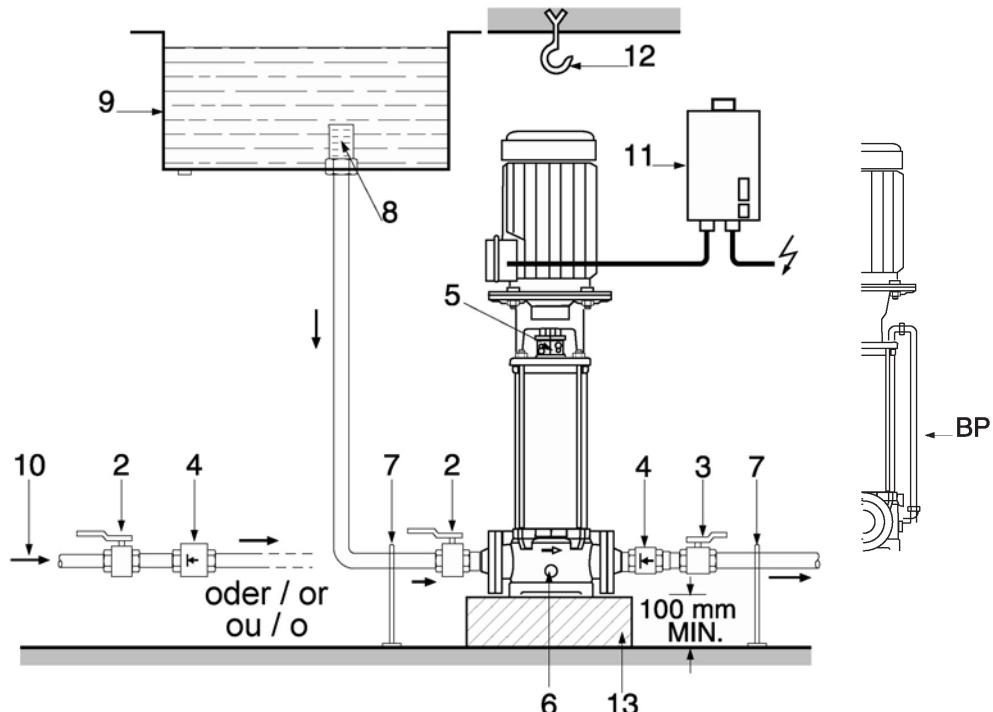

Fig. 2
- устанавливайте насос таким образом, чтобы было достаточно места для обслуживания, ремонта и демонтажа насоса. Насос необходимо устанавливать перпендикулярно на бетонном фундаменте (рис. 2, 3). Между фундаментом и полом необходимо проложить гаситель вибраций (резину) (рис. 2 поз. 13).
При использовании тяжелых насосов следует вертикально над насосом расположить крюк (рис. 2, поз. 12) или грузоподъемный механизм (общий вес насоса: см. каталог/спецификацию). Крюк позволит при проведении обслуживания или ремонта насоса закрепить подъемное устройство или вспомогательные средства. Следует обеспечить свободное пространство не менее 200 мм.
Подсоедините всасывающий и напорный трубопроводы без механических напряжений. Установите виброгасящие компенсаторы. Трубы должны иметь опоры, чтобы их вес не передавался на насос (рис. 2, поз. 7).
Запорные краны (рис. 2, поз. 2 и 3) должны быть установлены до и после насоса, чтобы избежать необходимости опорожнения и повторного заполнения системы в случае демонтажа/замены насоса. Для уменьшения потерь давления рекомендуется делать всасывающий трубопровод как можно короче, а его диаметр должен быть не менее номинального диаметра всасывающего патрубка насоса. Также избегайте лишних колен у трубопровода и установки арматуры неподходящего проходного сечения.
На напорном трубопроводе должен быть установлен обратный клапан (рис. 2, поз. 4)
Если забор воды производится из резервуара, необходимо установить фильтр на всасывающей магистрали (рис. 2, поз. 8), чтобы предотвратить попадание грязи в насос.
При работе с горячими или загазованными средами должна быть установлена перепускная трубка (рис. 2, поз. ВР – принадлежность).
-Закрыть оба запорных крана (перед насосом и после него) и отверните винт (рис. 2, поз. 5) для удаления воздуха из насоса на полтора-два оборота.
-Медленно открыть запорный кран (рис. 2, поз. 2) на входе в насос, подождать пока воздух не выйдет из насоса полностью и из отверстия для удаления воздуха не начнет течь вода. Заверните винт.
Если место установки не защищено от замерзания, то в холодное время года необходимо слить воду из насоса и трубопровода. Для слива воды из насоса необходимо: закрыть запорные вентили на всасывающем и напорном трубопроводах, открыть сливное отверстие (рис.2, поз. 6) и винт для удаления воздуха (поз. 5).